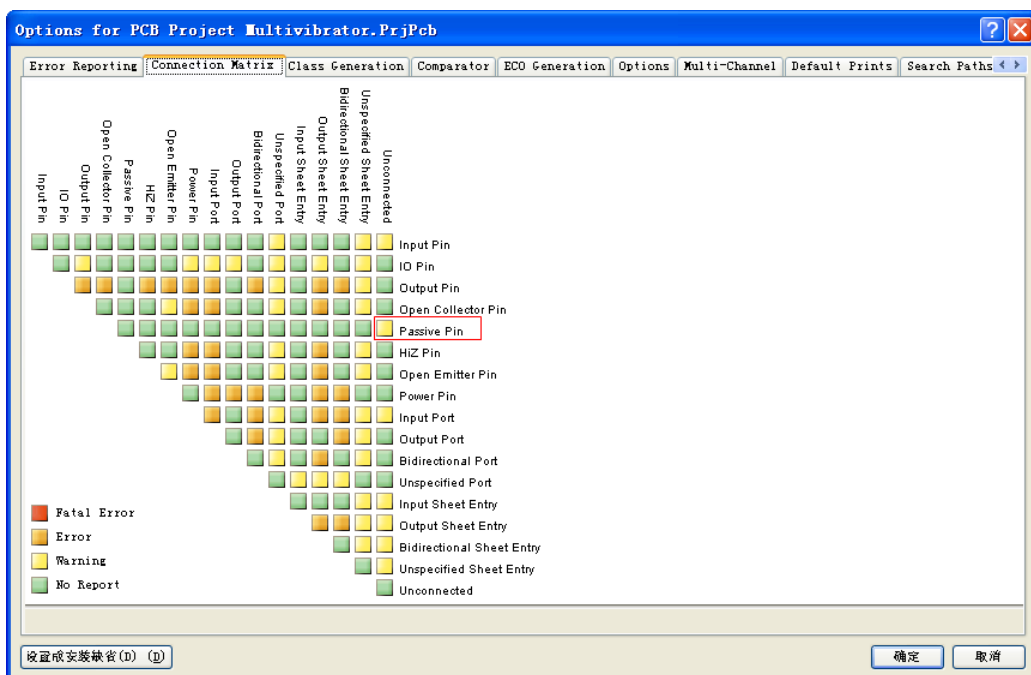

图 14-14 “Connection Matrix” 标签
Step2 单击这个相交处的方块，直到它变为黄色，这样当修改项目时，未连接的“Passive Pins（在电阻、电容和连接器上）”被发现时就会给出警告，如图14-14所示。